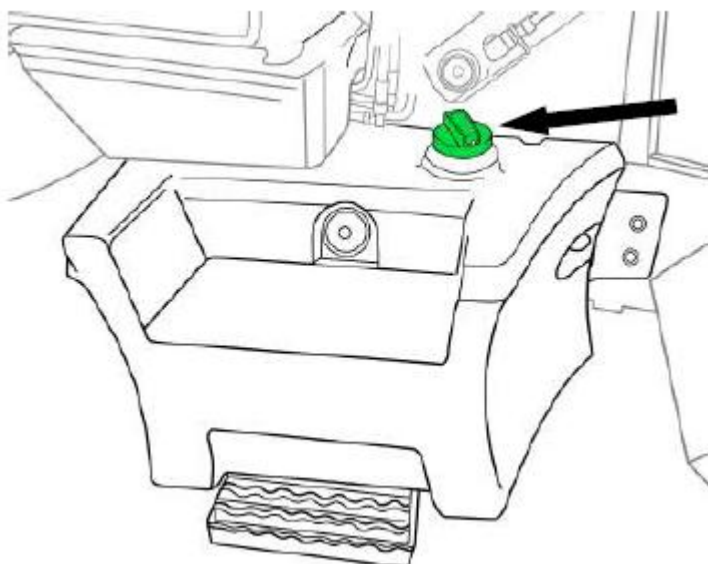

Рисунок 5.15 Заливная горловина топливного бака
- ▶ Откройте заливную горловину топливного бака см. рис. 5.15